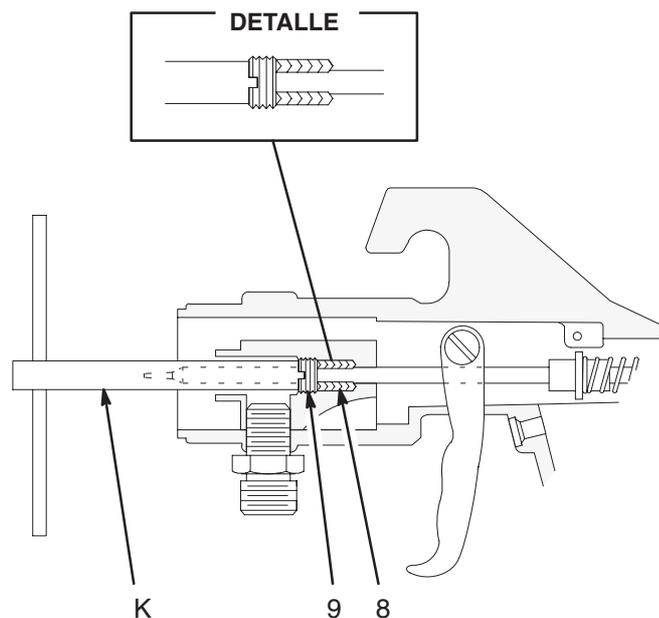

Fig. 23
- Dispare la pistola al mismo tiempo que gira ligeramente la tuerca prensaestopas (9) en sentido de las agujas del reloj con la llave prensaestopas (K) suministrada. Vea la Fig. 23. De esta forma se comprimen las empaquetaduras.